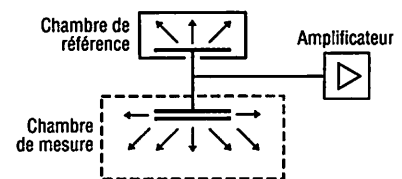

Fig. 4 : Détecteur à ionisation.
**c) Capteur de détection de fumée (fig. 4)**